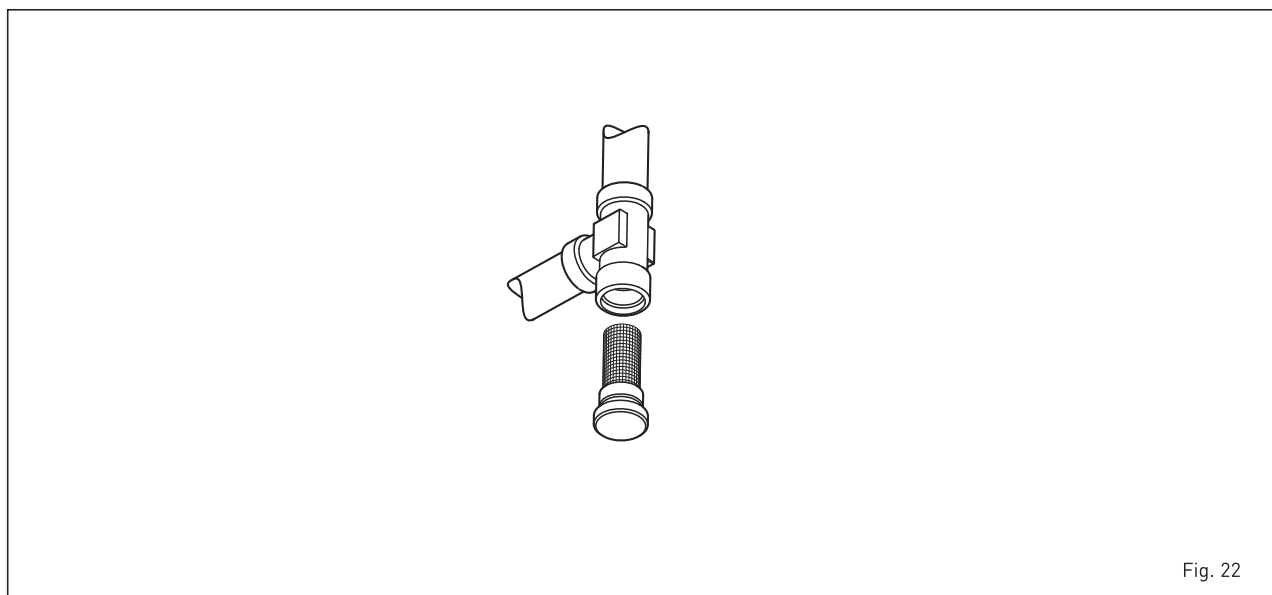

Fig. 22
4.5.2 Limpeza do filtro “Aqua Guard Filter System” (fig. 22)
4.5.3 Função de secagem da betonilha (fig. 22/a)